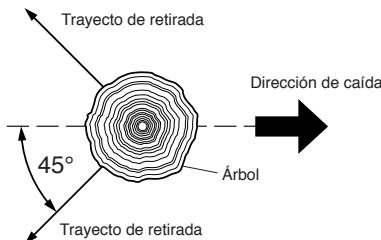

Figura 11 - Trayecto de retirada de un árbol
3. Planee y despeje un trayecto de retirada para el momento de la caída. Este debe ser en sentido contrario al de la caída del árbol y a un ángulo de 45° (vea la Figura 11).